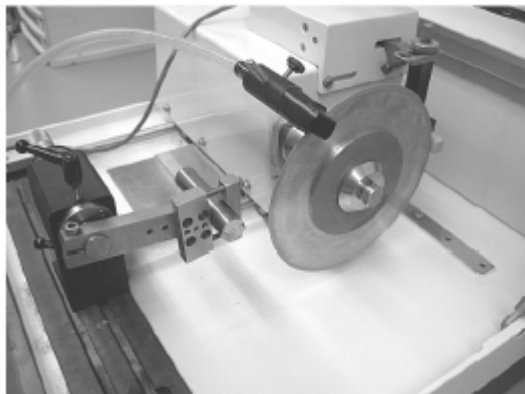

Figura 9. Posicionamiento de la probeta.
2. Gire la manivela en el sentido de las agujas del reloj hasta que el disco de corte supere la posición del portaprobetas (ver **figura 9**).
- a. Posicione la probeta en el portaprobetas de modo que el disco de corte pueda pasar por delante del portaprobetas sin tocar la probeta (ver **figura 9**).